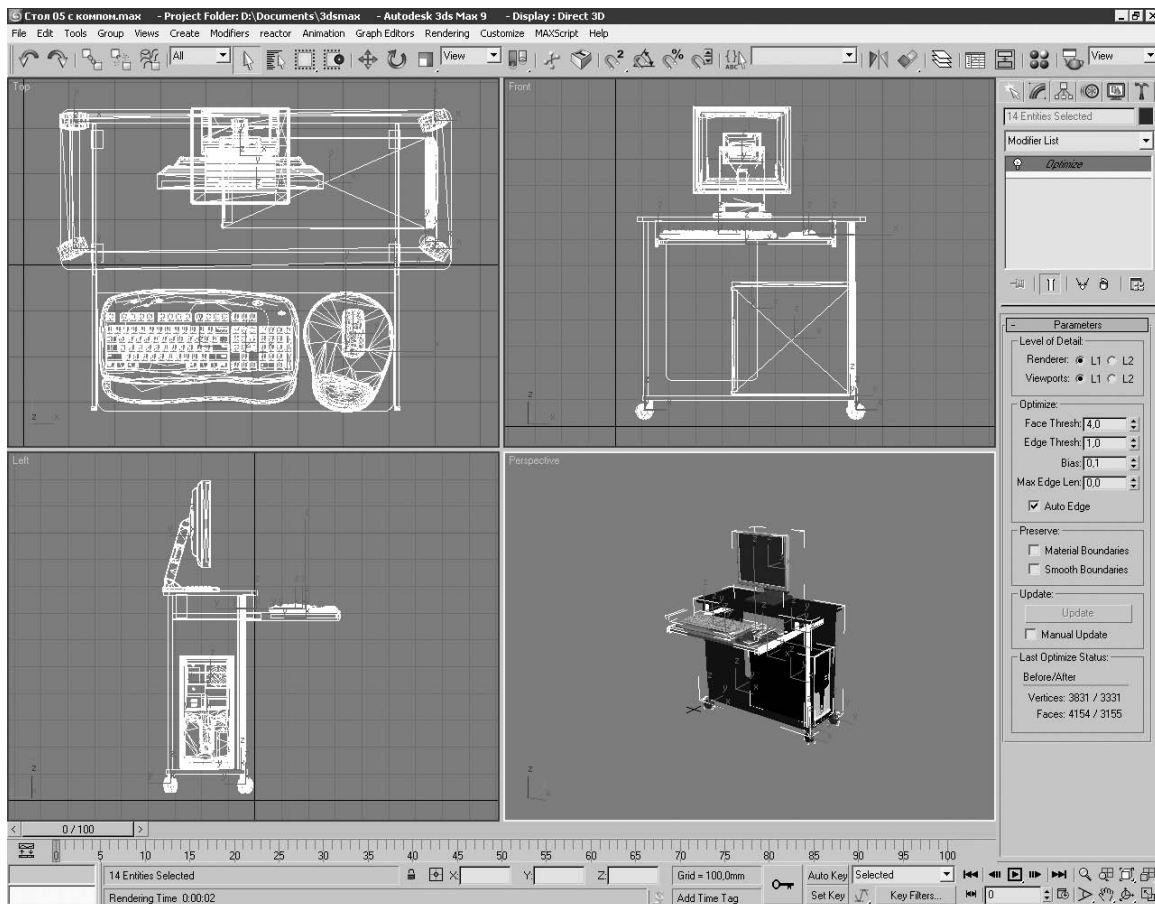

Рис. 4.21
7. Для того чтобы показать «товар лицом», в сцену можно добавить, например, системный блок, монитор, клавиатуру и мышь на коврике. В Интернете легко найти 3D-модели любых объектов. Достаточно скачать нужные файлы и импортировать их в сцену (рис. 4.21). Полезно развернуть колесные опоры под разным углом, что тоже придаст модели естественность.